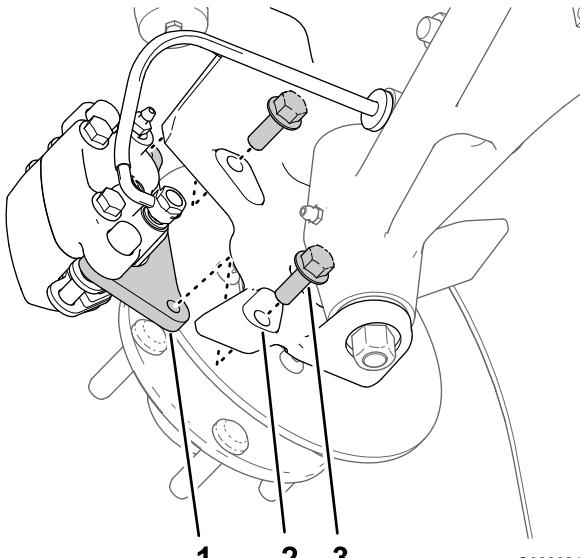
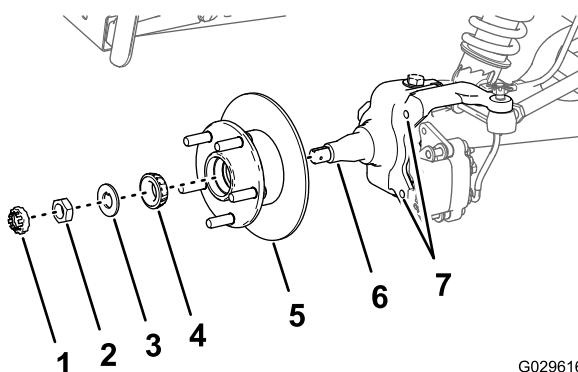

Рисунок 28
Рисунок 32
3. Выверните болты с фланцевыми головками ($3/8 \times 1$ дюйм), которые крепят кронштейн тормоза в сборе к шпинделю, и отделите тормоз от шпинделя (Рисунок 28).
- Нанесите тонкий слой консистентной смазки указанного типа на шпиндель (Рисунок 32).
- Установите ступицу и ротор на шпиндель так, чтобы ротор был внутри (Рисунок 32).
- Установите наружный подшипник на шпиндель и в наружное кольцо (Рисунок 32).
- Установите стопорную шайбу на шпиндель (Рисунок 32).
- Наверните гайку шпинделя на шпиндель и затяните гайку, поворачивая ступицу (Рисунок 32).
- Совместите тормозные колодки с обеих сторон ротора (Рисунок 28) и отверстия в кронштейне суппорта с отверстиями в креплении тормоза на шпиндельной бабке (Рисунок 32).
- Установите кронштейн суппорта на шпиндельную бабку (Рисунок 28) при помощи 2 болтов с